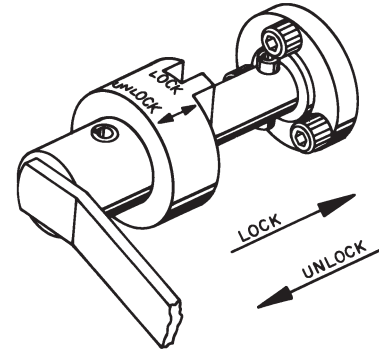

Abbildung 1
1. Sicherstellen, dass vor der Montage des Motors der Einrastmechanismus auf dem Montagebock eingerastet ist. Siehe Abbildung 1.
Um eine Motorenstabilität in allen Positionen zu gewährleisten, ist dieser Montagebock mit einem Handkurbel-Einrastmechanismus ausgestattet. Siehe Abbildung 1.